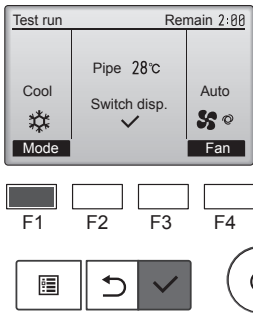

Fig. 7-3
- (1) Appuyez sur la touche [F1] pour changer de mode de fonctionnement. (Fig. 7-3)